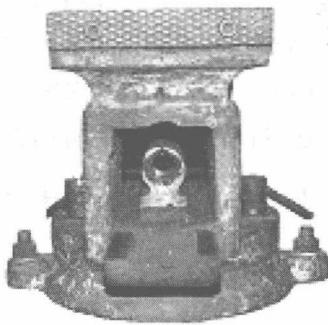

图 1-14 安装螺母
(2) 装入螺母 3 上的紧固螺钉并旋紧,安装螺母 3,如图 1-14 所示。
(3) 将活动钳身 10 推入固定钳身 7 中,使丝杠 11 对准螺母 3 上的螺孔,然后顺时针转动丝杠手柄 12,完成活动钳身 10 的安装。